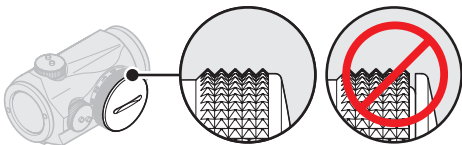

Fig. 5 Batterihuset med batterilock
Rengör kontaktytorna i batterihuset och kontrollera att batteriet är fungerande och korrekt installerat enligt 2.1.1. Verifiera att det **inte** finns något glapp mellan Batterilock (6) och batterihus. Se Fig. 5. Om Vridomkopplaren (8) är defekt, kontakta vapenhandlaren eller leverantören.